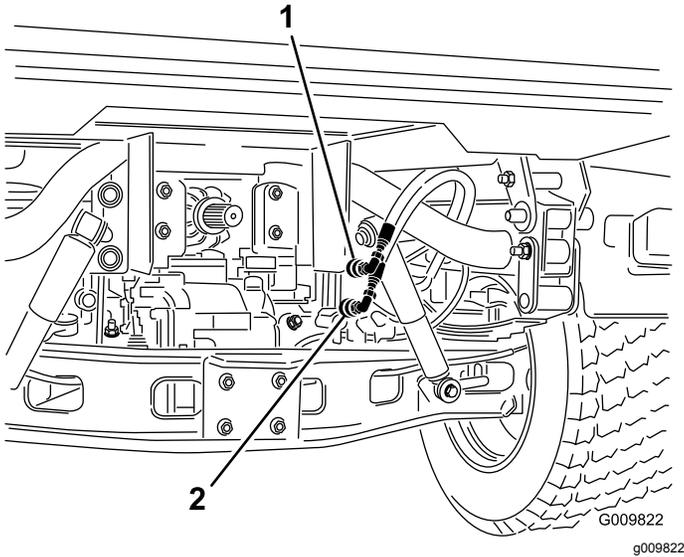

Figura 84
- En ambos vehículos, desconecte las dos mangueras con acoplamiento rápido de las mangueras que están conectadas al soporte de acoplamiento (Figura 84).